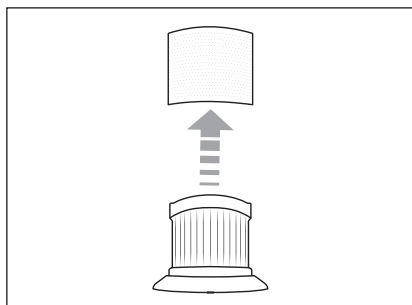

Fig. 12
- 3) Staccare il filtro in acciaio inox **6** dal filtro EPA **5** (vedere fig. 12).